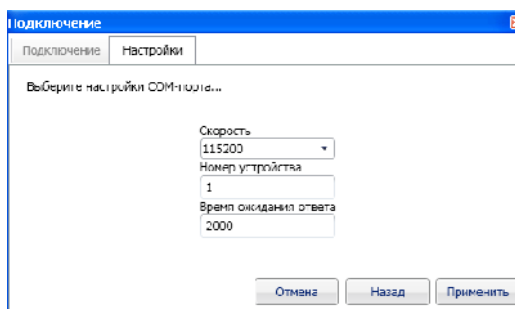

Рисунок 5
- нажать кнопку «Применить» (рисунок 5).